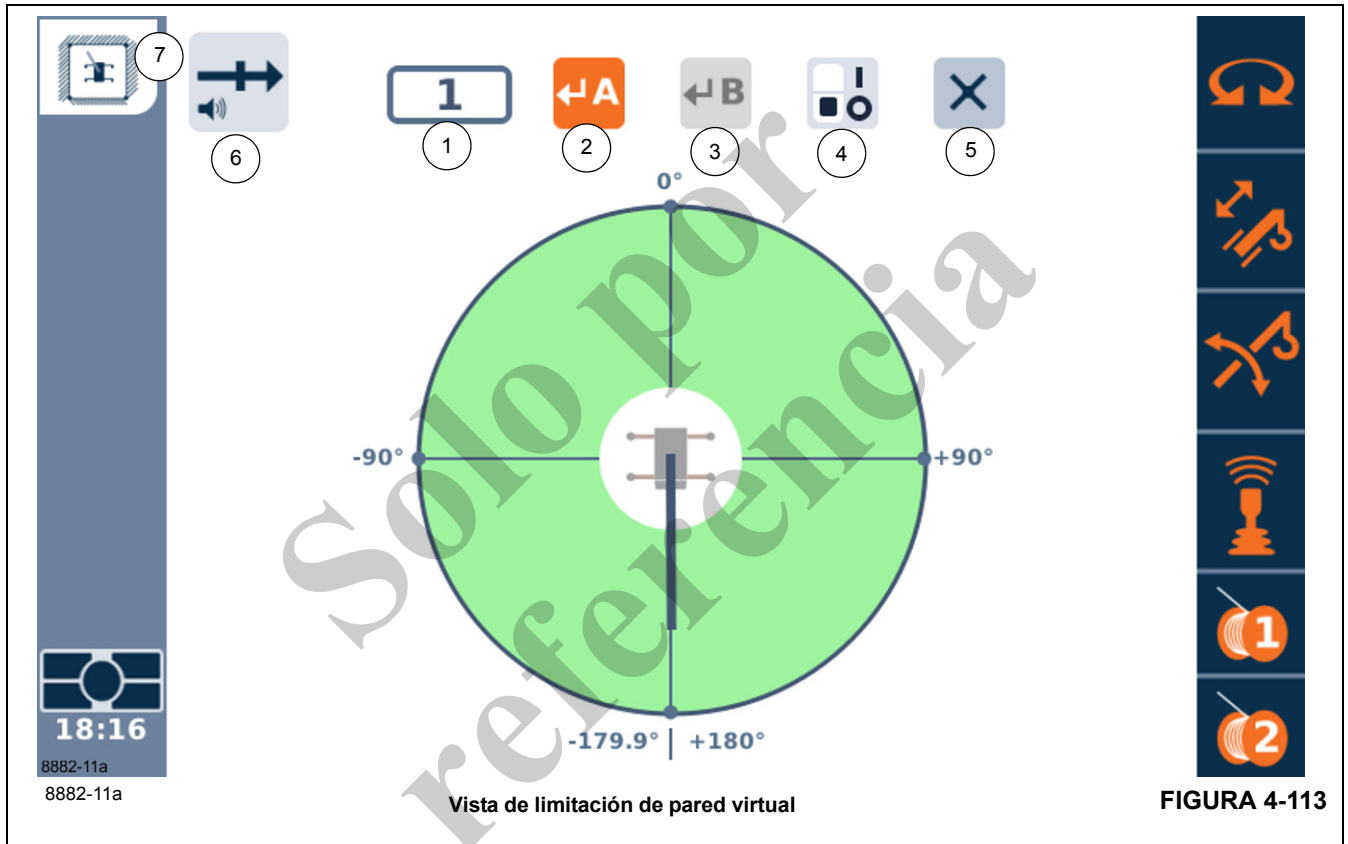
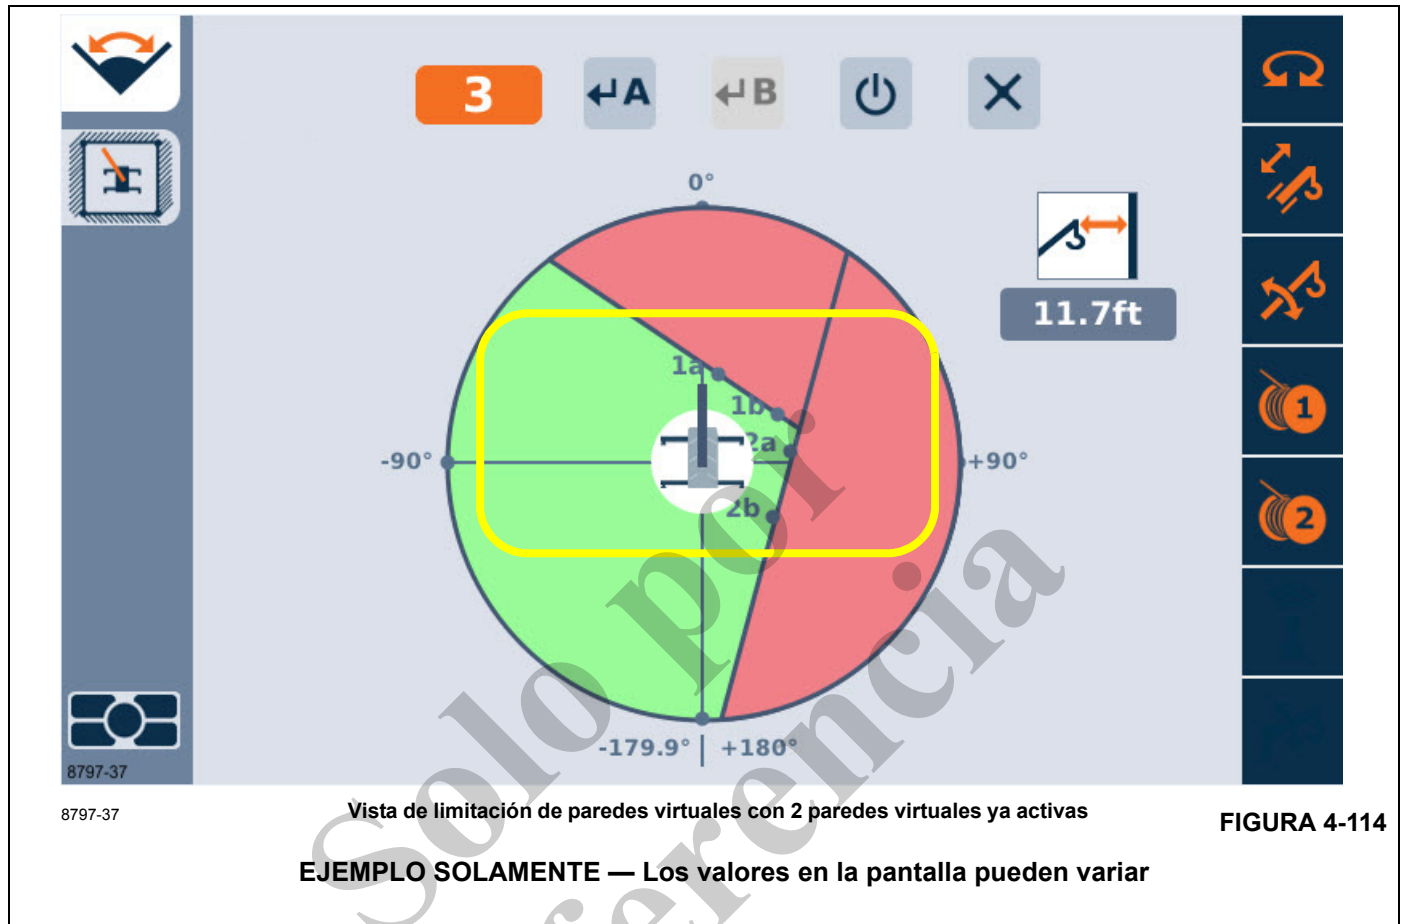

FIGURA 4-113
FIGURA 4-114
Si se selecciona la limitación de pared virtual en el menú de limitaciones del WRL, se mostrará la vista de limitación de pared virtual (Figura 4-113).
A medida que las teclas de flecha se oprimen, otros objetos serán resaltados y el color naranja indica que el objeto está seleccionado, y que puede verse afectado por las acciones posteriores. En la Figura 4-113, uno puede ver que el símbolo del punto "A" de la pared está seleccionado ya que está resaltado de color naranja.
1. Seleccione la pantalla de limitación de paredes virtuales (6, Figura 4-108) en la pantalla de menú principal (y, en este caso, no habrá ninguna pared virtual que se muestre como definida o activa), como se indica en el número (1, Figura 4-113) de paredes virtuales. Nota: El número "1" indica el número de paredes virtuales y se pueden definir hasta cinco "5" paredes virtuales.
3. Use la tecla de función de flecha derecha (4, Figura 4-62) para resaltar el símbolo de aceptar la posición de la grúa como punto A (2), Figura 4-113.
4. Use un botón OK (5, Figura 4-62) para aceptar la posición actual de la grúa como el punto A (2). La ubicación del punto ahora debería mostrarse en la vista con una etiqueta "1a", como se indica en el cuadro amarillo en el ejemplo de la Figura 4-114.
5. Coloque la grúa de modo que el gancho quede ubicado en la posición que definirá el segundo punto de la pared virtual (punto B), o elemento 3, Figura 4-113. **NOTA:** Los dos puntos no pueden estar demasiado cerca uno del otro de modo que la pared virtual no quede definida claramente. Los dos puntos deben estar separados por una distancia mínima de 10 pies.
6. Use la tecla de función de flecha derecha (4, Figura 4-62) para resaltar el símbolo de aceptar la posición de la grúa como punto B (3, Figura 4-113).
7. Use el botón OK (5, Figura 4-62) para aceptar la posición actual de la grúa como punto B. La ubicación del punto ahora debe mostrarse en la pantalla con la etiqueta "1b", como se indica en el cuadro amarillo en el ejemplo de la Figura 4-114.
NOTA: El número 3 de la pared virtual, como se muestra en el EJEMPLO en el cuadro naranja en la Figura 4-114, se incrementa si la segunda pared se acaba de definir, para estar listo para definir una pared virtual subsiguiente, si así se desea.
1. Asegúrese de estar en el icono de pantalla de limitación de paredes virtuales (7, Figura 4-113).
2. Use la tecla de función de flecha derecha (4, Figura 4-62) para resaltar el número de la pared virtual, elemento (1, Figura 4-113).
4. Coloque la grúa de modo que el gancho quede ubicado en la posición que definirá el primer punto de la pared virtual (punto A o elemento 2), como se muestra en Figura 4-113.
5. Use la tecla de función de flecha derecha (4, Figura 4-62) para resaltar el símbolo de aceptar la posición de la grúa como punto A (2, Figura 4-113).
6. Use un botón OK (Aceptar) (5, Figura 4-62) para aceptar la posición actual de la grúa como el punto A, como se muestra en Figura 4-113. La ubicación del punto ahora debería mostrarse en la vista con una etiqueta que muestra el número de pared y la letra "a", como se indica en el cuadro amarillo en el ejemplo de la Figura 4-114.
7. Coloque la grúa de modo que el gancho quede ubicado en la posición que definirá el segundo punto de la pared virtual (punto B o elemento 3), (Figura 4-113).
8. Use la tecla de función de flecha derecha (4, Figura 4-62) para resaltar el símbolo de aceptar la posición de la grúa como punto B, elemento (3, Figura 4-113).
(3, Figura 4-113). La ubicación del punto ahora debería mostrarse en la vista con una etiqueta (1b), como se muestra resaltado en amarillo en la Figura 4-114.
2. Use la tecla de flecha derecha (4), (Figura 4-62) para resaltar el número (1), (Figura 4-113) de la pared virtual.
3. Si el número de la pared que se muestra no es el número correcto para la pared que se va a inhabilitar, use un botón OK (Aceptar) (5, Figura 4-62) para que le permita modificar el valor. En otras palabras, asegúrese de que el número de paredes que establezca, coincida con el número (1), (Figura 4-113) de paredes virtuales.
5. Use las teclas de flecha izquierda o flecha derecha (4, Figura 4-62) o el cuadrante selector (5, Figura 4-63) para resaltar el símbolo (4, Figura 4-113) del interruptor de habilitación/inhabilitación.
2. Use la función de flecha derecha (4, Figura 4-62) para resaltar el número (1, Figura 4-113) de la pared virtual.
3. Si el número de la pared que se muestra no es el número correcto para la pared que se va a inhabilitar, use un botón OK (Aceptar) (5, Figura 4-62) para que le permita modificar el valor. En otras palabras, asegúrese de que el número de paredes que establezca, coincida con el número (elemento 1), (Figura 4-113) de paredes virtuales.
4. Use la flecha izquierda o la flecha derecha (4, Figura 4-62) para resaltar la “X” o el símbolo de retirar paredes virtuales (5, Figura 4-113). Use un botón OK (Aceptar) (5, Figura 4-62) o el cuadrante selector (5, Figura 4-63) para eliminar la pared.